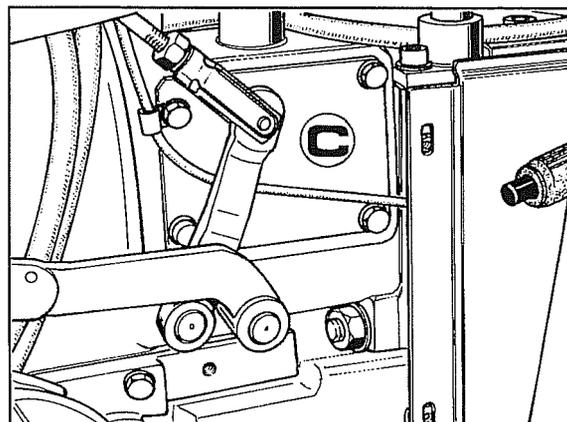

Abb. 2
- 2 Den Deckel **C** Abb. 2 und den auf der Gegenseite herausnehmen.